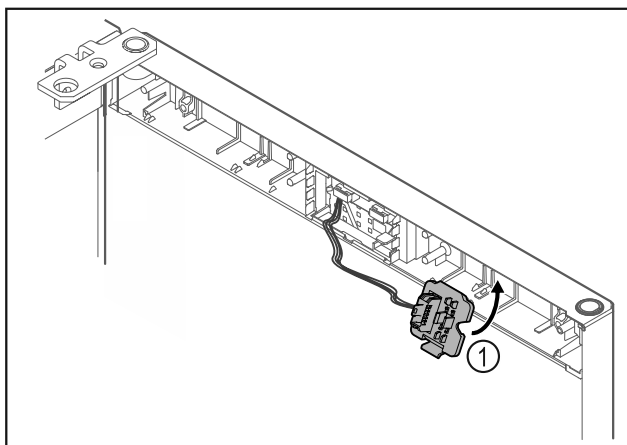

Fig. 17
- ▶ Fixați în poziție suportul fișei Fig. 17 (1) pe partea opusă.